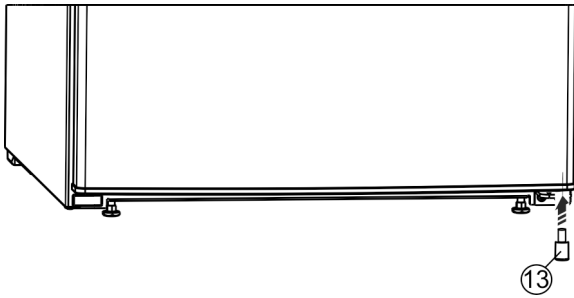

Fig. 8
- ▶ Distanční vložku Fig. 8 (13) opět vsadte vpravo dole do dveří; je důležitá pro stabilitu přístroje.